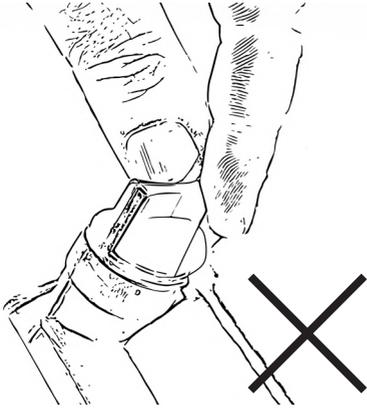

Bild 2
Vrid aldrig oljepåfyllningspluggen med ansluten oljesticka in i gängen vid avläsning av oljenivån. Detta leder till ett felaktigt mätresultat, fig. 2.
- Sänk ner oljestickan helt i oljan. Vrid **aldrig** oljestickan in i gängen, fig. 2.